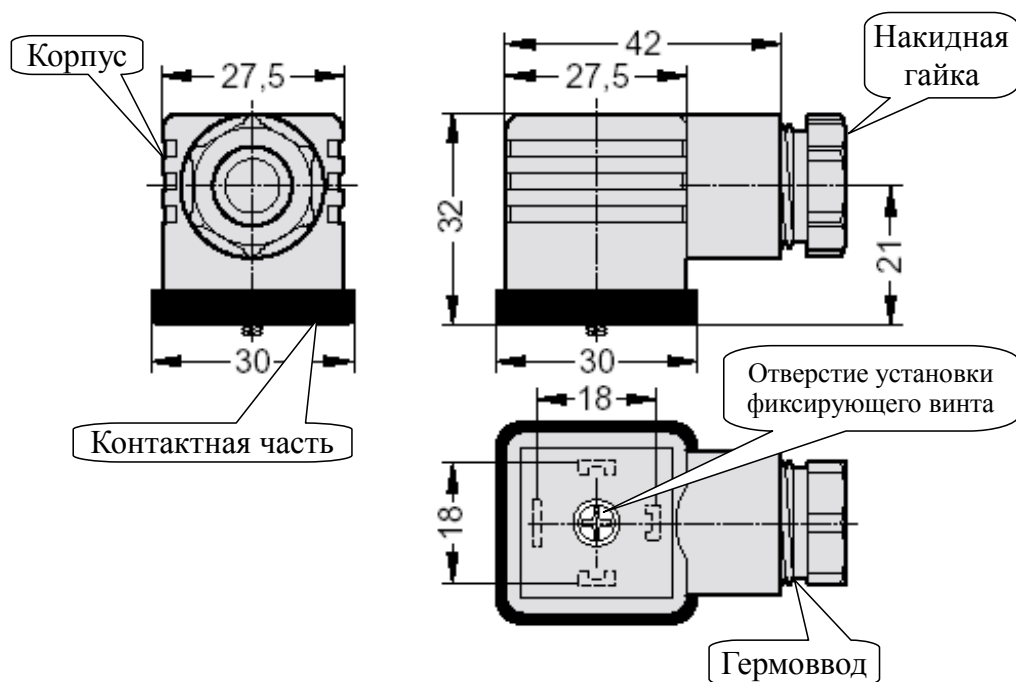
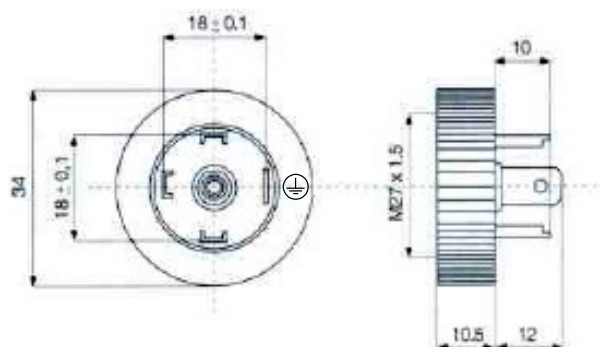

Рисунок 2 - Герморазъём DIN 43650, форма А
Рисунок 3 - База для герморазъёма DIN 43650, форма А круглая
- Отвернуть и вынуть фиксирующий винт на герморазъёме (Рисунок 2). Снять герморазъём с базы (Рисунок 3) и выдвинуть его контактную часть, толкая хвостовик в отверстие установки фиксирующего винта.